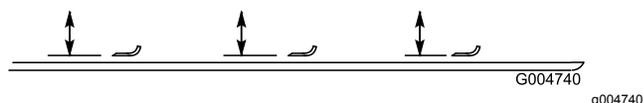

Рисунок 130
4. Поверните нож так, чтобы его концы были направлены вперед и назад, и измерьте расстояние между внутренней частью деки газонокосилки и режущей кромкой в передней части ножа (Рисунок 130).